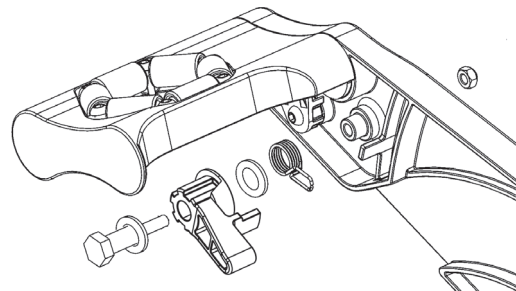

Рис. 18
1. Retirar a porca que junta o trinquete com o braço do carretel (fig. 18).